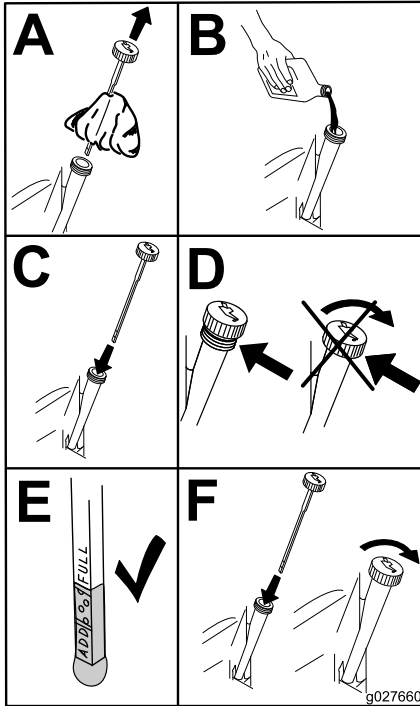

Figura 41
- Vierta lentamente un 80% aproximadamente del aceite especificado por el tubo de llenado, luego añada lentamente el resto del aceite hasta que llegue a la marca **Full** (Figura 41).